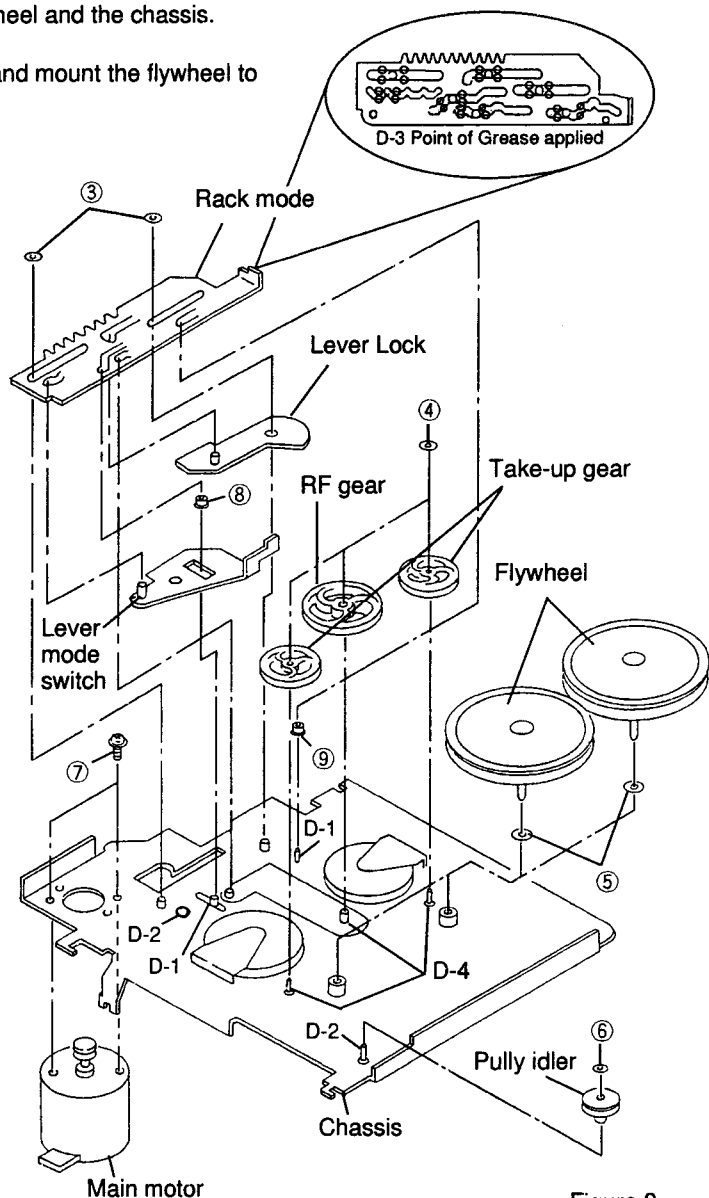

Figure 8
(2) Remove two screws ⑦, and remove the main motor as shown in Figure 8.
(3) Mount the new motor following the removal steps in the reverse order.
(2) 2本のネジ⑦を外し、メインモーターを外します。(図8参照)
(3) 良品のメインモーターを取り外し方法の逆の手順で組み立てます。
(Refer to Figure 8)
(1) ベルトを外した後、2個のフライホイールを引き抜きます。この時フライホイールとシャシーの間にそれぞれ1個のポリスライダワッシャー⑤がありますので紛失しない様に注意して下さい。(図8参照)
(2) 良品のフライホイールにポリスライダワッシャーを取り付け、シャシーに取り付けます。
(1) Remove M1.7 lock washer ③, and remove the rack mode as shown in Figure 8.
(2) Apply the molykote G paste to the section D-3, and mount the rack mode following the removal steps in the reverse order.
② Do not reuse the used lock washer for remounting.
③ Take care to avoid damage by piercing and tearing.
(1) 2個のロックワッシャー③ (M1.7) を外し、シャシーより引き抜き、ラックモードを外します。(図8参照)
(2) 良品のラックモードのD-3部分にモリコートGペーストを塗布し、取り外しの逆の手順で取り付けます。
- (1) After removing the rack mode, remove the lever lock and lever mode switch. (Refer to Figure 8)
- (2) Pull it up from the stud and remove the two roller mode ⑧, ⑨ as shown in Figure 8.
- (3) Apply the molykote G paste to the section D-1, the grease (PG-671) to the section D-2 and mount the roller mode/lever mode switch/lever lock following the removal steps in the reverse order.
- NOTE : ① Check to see the roller mode is inserted without fail.
- (1) ラックモードを外した後、レバーロック、レバーモードスイッチの順に引き抜きます。(図8参照)
- (2) 2個のローラーモード⑧、⑨をスタートより引き抜きます。(図8参照)
- (3) D-1部分にモリコートGペースト、D-2部分にグリス(PG-671)を塗布し、取り外し方の逆の手順で取り付けます。
- [注意] ① ローラーモードの挿入忘れがないこと。
- (1) Remove M1.2 lock washer ④, pull it up from the stud and remove the gear as shown in Figure 8.
- (2) Mount it, following the removal steps in the reverse order.
- (1) ロックワッシャー④(M1.2)を外し、スタートより引き抜きギアを外します。(図8参照)
- (2) 取り外し方の逆の手順で取り付けます。
- (1) 2個のロックワッシャー④(M1.2)を外し、スタートより引き抜きギアを外します。(図8参照)